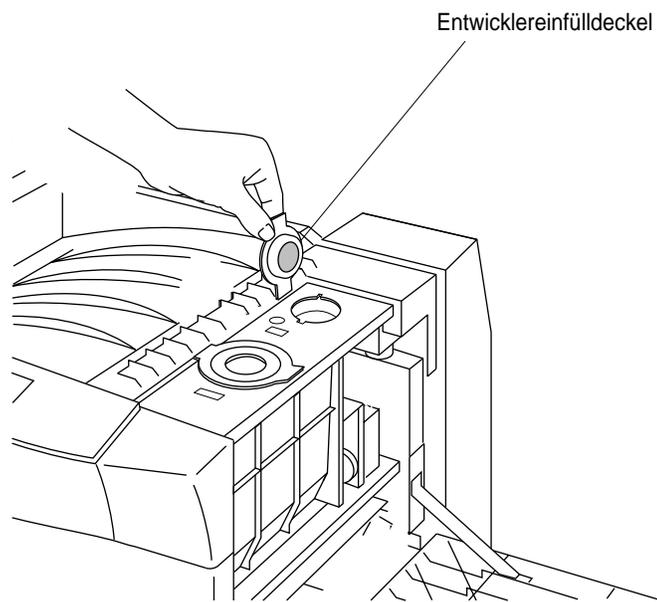

Abbildung 2-52 Entwicklereinfülldeckel öffnen
3. Öffnen Sie den Entwicklereinfülldeckel (siehe Abbildung 2-52).